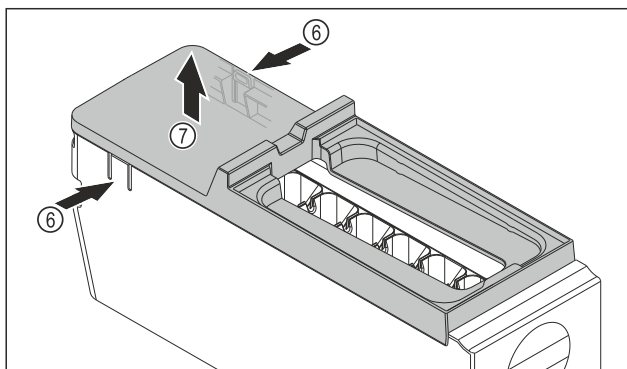

Fig. 121
- Зняти кришку з корпусу EasyTwist-Ice: натиснути однією рукою на накладки Fig. 121 (6) з обох боків корпусу EasyTwist-Ice.
- Зняти кришку Fig. 121 (7), потягнувши її вгору іншою рукою.